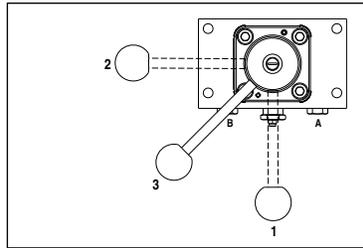

図 7
(図7を参照)
4. バルブハンドルを中立位置 (「3」) まで回します (バルブ位置は図7を参照)。